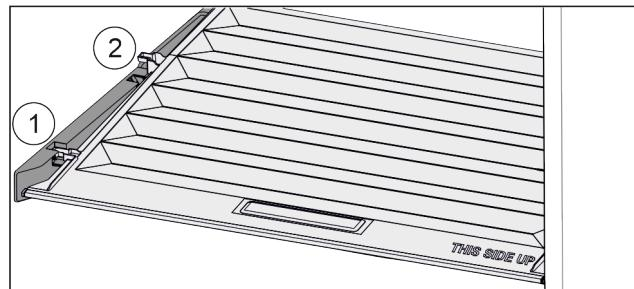

Fig. 45
- ▶ Потянуть крышку до отверстия в поддерживающих деталях вперед Fig. 45 (1).
- ▶ Поднять сзади снизу и извлечь Fig. 45 (2) движением верх.